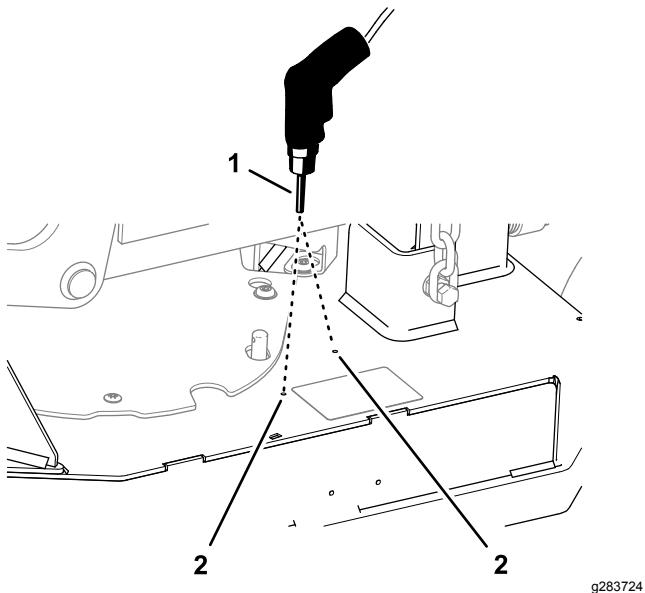

Figura 2
3. En el lado derecho de la carcasa de corte, perfore los 2 taladros piloto en la carcasa con una broca de 10 mm, como se muestra en la Figura 2.